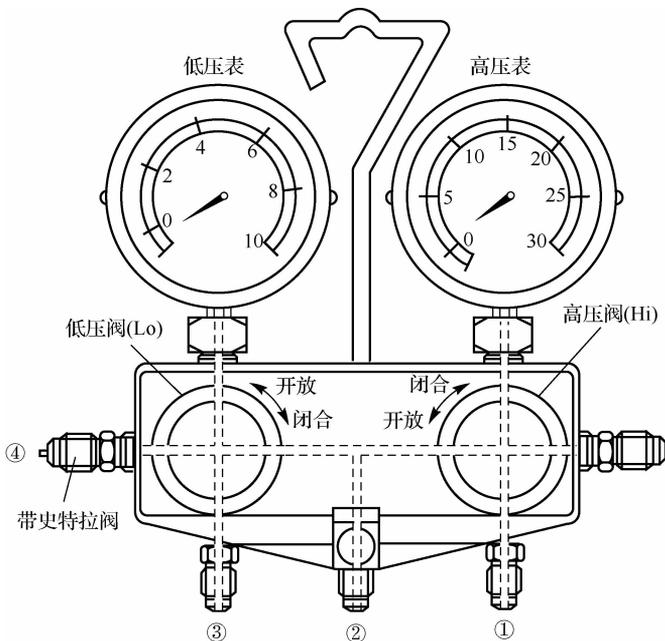

图 3-11 歧管压力表的结构
(2)歧管压力表(压力表组或高压表及低压复合表)是汽车空调检修操作中的主要工具。在抽真空、加注制冷剂和检查制冷循环压力情况时都要使用到。如图 3-11 所示为歧管压力表的结构,主要由高压表(计),低压表(计)、阀体、单向阀(史特拉阀)、高压阀、低压阀和连接软管等组成。